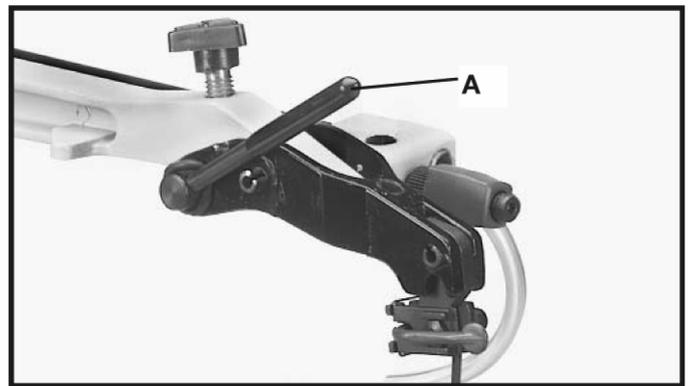

Fig. 3
2. Mova o cabo da alavanca de tensão da lâmina (A) Fig. 3, para a posição inicial, conforme mostrado.